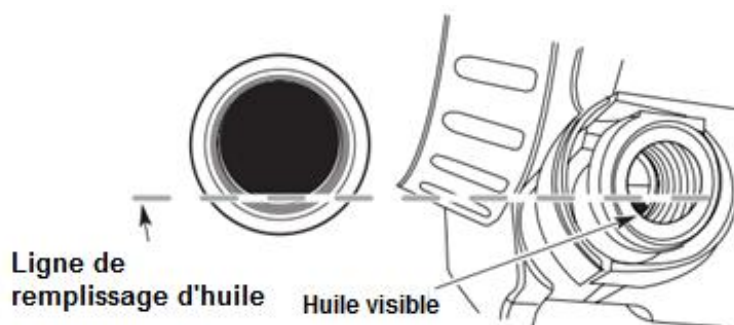

Fig. 10
- 5) Regardez dans le trou de remplissage d'huile ; utilisez une lampe de poche si nécessaire. Ajoutez de l'huile dans l'orifice de remplissage d'huile jusqu'à ce que le niveau d'huile soit visible sur le premier filetage du réservoir d'huile (Fig.10). Si le niveau d'huile est trop bas, ajoutez de l'huile dans l'orifice de remplissage d'huile jusqu'à ce que le niveau d'huile touche le filetage inférieur de l'orifice de remplissage d'huile.